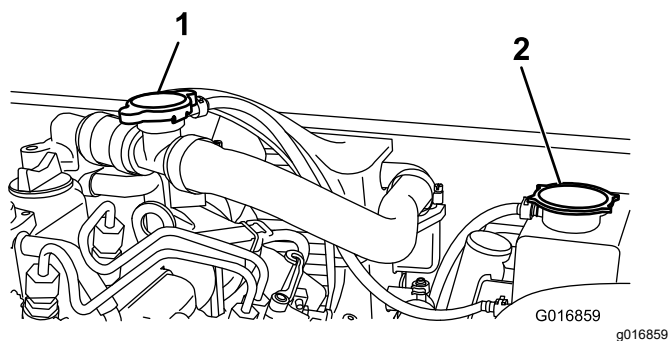

Figura 48
2. Rimuovete il tappo del serbatoio di troppopieno del radiatore Figura 48.
2. Togliete il tappo di rifornimento (Figura 48) e riempite con refrigerante.
3. Riposizionate il tappo di rifornimento e rimuovete il tappo del serbatoio di troppopieno del radiatore (Figura 48).